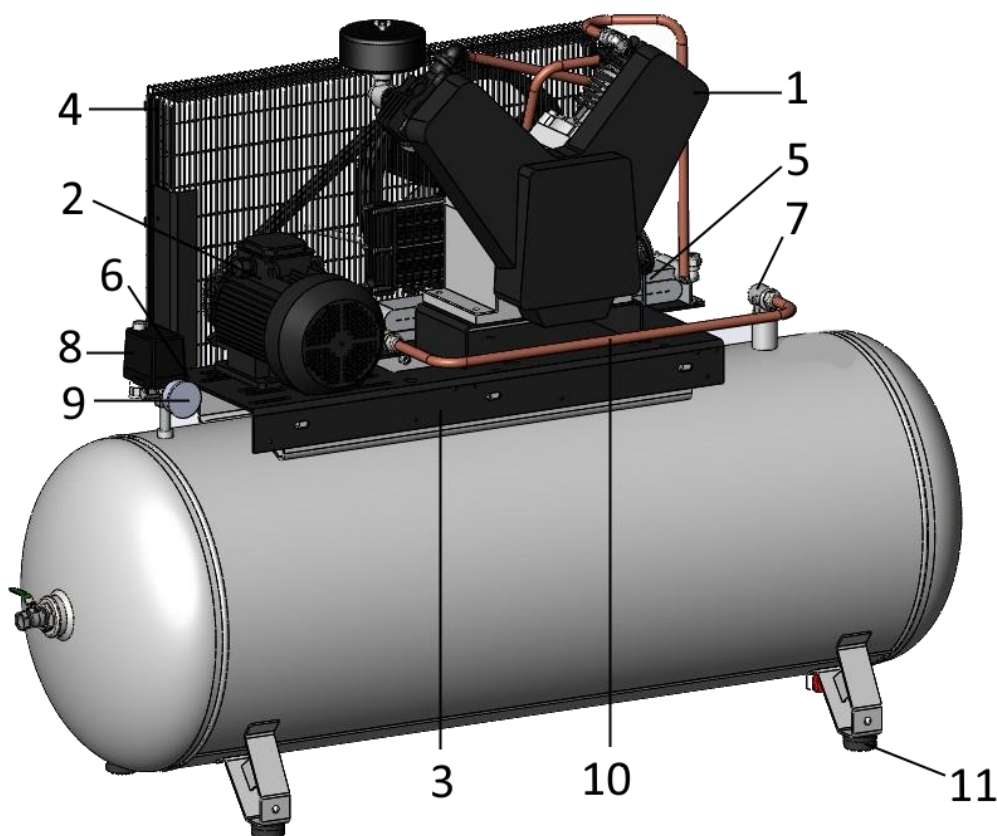

Рисунок 3 Установка компрессорная СБ4-500.F55/8, СБ4-500.F55, СБ4-500.F55/14
6.4.3 На отводящем трубопроводе необходимо установить трехходовой кран или другое устройство, обеспечивающее сброс давления воздуха из коллектора 12 (см. рисунок 3), при остановке и отключении компрессора от воздушной сети.
Компрессор (рисунок 3) состоит из следующих основных сборочных единиц и деталей: блока компрессорного 1, электродвигателя 2, платформы 3, защитного ограждения 4, охладителя 5, предохранительного клапана 6, обратного клапана 7, прессостата 8, манометра 9, воздухопровода 10, виброопор 11, шкафа с электроаппаратурой (для моделей СБ4-500.F55 S/D, СБ4-500.F55 S/D).